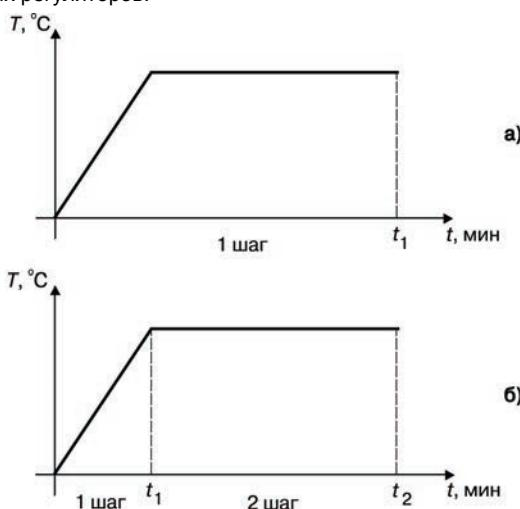

Рисунок 6.1 – Пример разбиения технологического режима на шаги:
**Пример 1** – На рисунке 6.1, а изображен график температурного режима, который задает время, необходимое для достижения уставки и выдержки при этой температуре. Очевидно, что за один шаг заданную температуру точно выдержать по времени невозможно, так как скорость выхода на уставку может варьироваться, поэтому необходимо этот процесс разбить на два шага (рисунок 6.1, б). При таком разбиении температура достигает уставки за время  $t_1$  (первый шаг), которое не программируется, поскольку зависит от скорости выхода температуры на уставку. Пользователь программирует условие перехода с первого шага на второй по достижении заданного значения параметра; на втором шаге задает точное время выдержки.